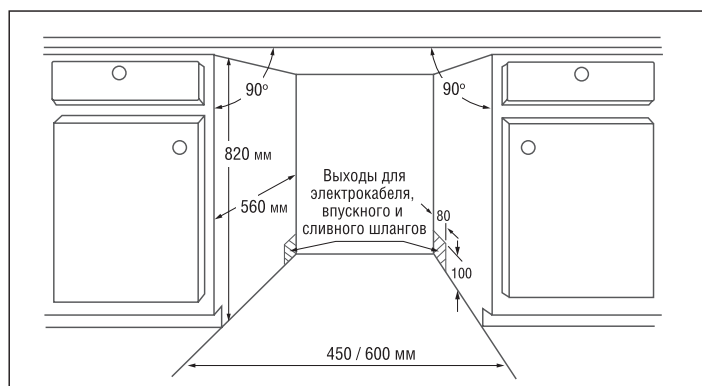

Рис. 1. Размеры и общий вид ниши для установки машины (все размеры в мм).
1. Определите место, удобное для обеспечения подвода и сток воды для того, чтобы произвести установку впускного и сливного шлангов (рис. 1).